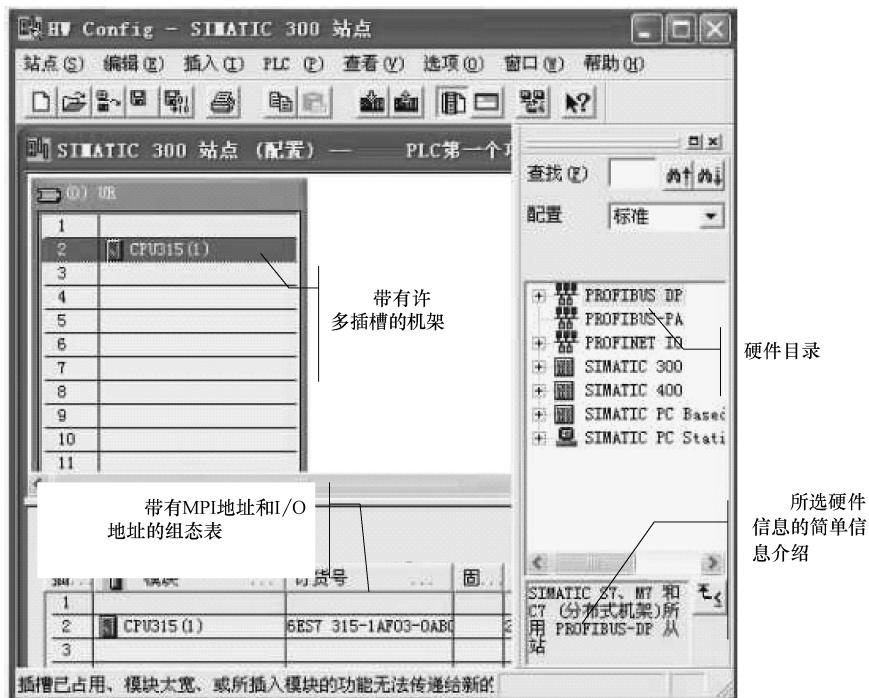
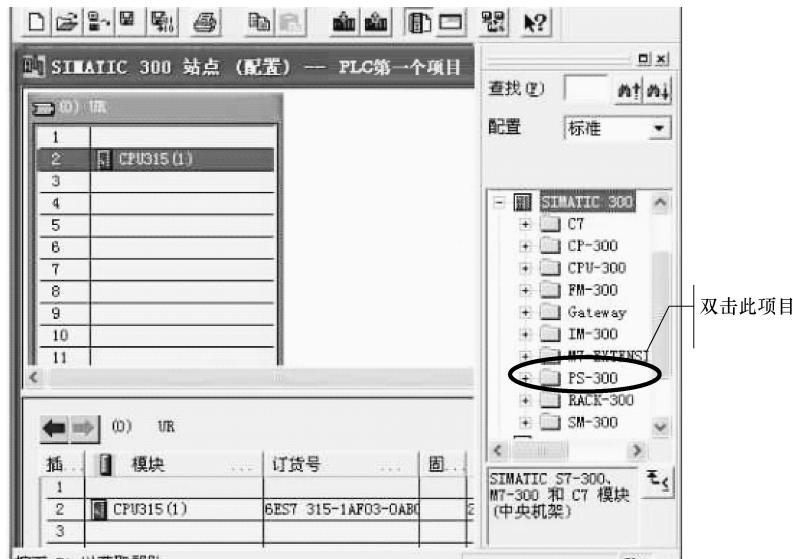

图 3-12 配置中央机架
图 3-13 S7-300 的硬件目录
1) 在新建立的项目中，如图 3-10 所示，单击“SIMATIC 300 站点”，右边自动弹出硬件“”和 CPU “”的图标，双击“”硬件图标，将自动弹出配置机架（HW Config）的画面，如图 3-12 所示。
2) 在图 3-12 所示的配置中央机架画面中，将创建项目时所选择的 CPU 显示出来，对于“PLC 第一个项目”是 CPU 315。现在准备组态电源及所需要的模块，本例选用 PS 307 2A 电源、SM321 DI32xDC24V 输入模块及 SM322 DO32xDC24V/0.5A 输出模块。
3) 在图 3-12 所示的配置中央机架组态画面中，双击硬件目录中“SIMATIC 300”，打开 S7-300 的硬件目录，如图 3-13 所示。
4) 在图 3-13 所示 S7-300 的硬件目录画面中，双击“PS-300”电源目录，找到 PS 307
5) 在图 3-13 所示的 S7-300 的硬件目录画面中, 双击 “SM-300” 打开 I/O 模块目录,
6) 在图 3-13 所示的 S7-300 的硬件目录画面中, 双击“SM-300”打开 I/O 模块目录, 在 I/O 模块目录中双击“DO-300”打开数字输出模块目录, 找到 SM 322 DO32xDC24V/0.5A, 然后将该模块拖放到插槽 5 的位置, 如图 3-16 所示。